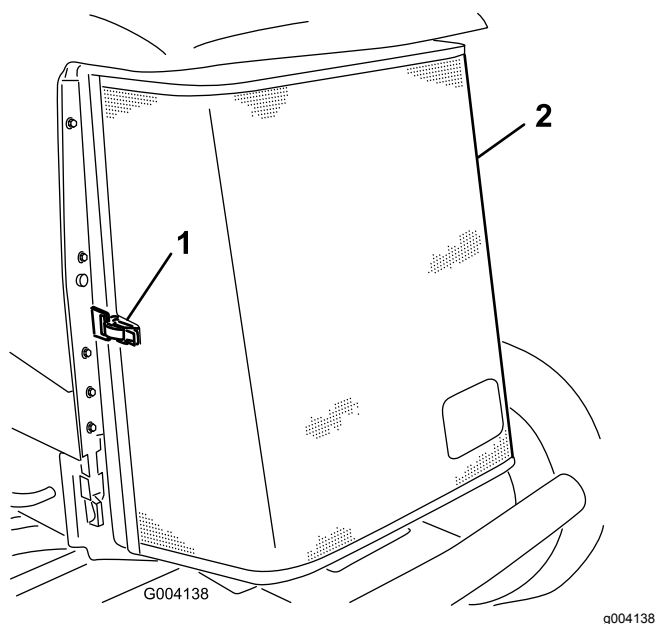

Figura 70
3. Desprenda a braçadeira e articule para abrir o painel traseiro (Figura 70).